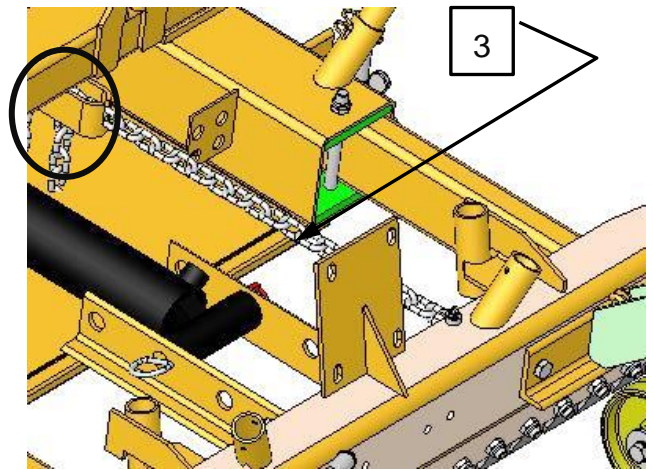

Rys. 14
Zawiesić oba łańcuchy do ustawiania kąta przystawienia (1) górnymi końcami do zawieszenia łańcucha w żądanym nachyleniu HVZ (Rys. 14).